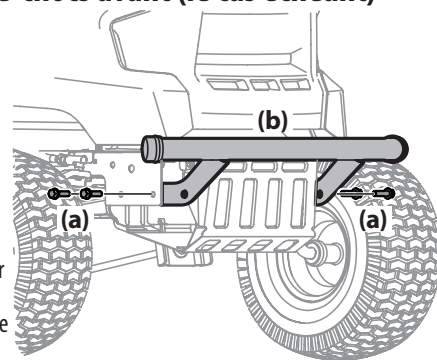

Figure 10
2. Placez les supports du pare-chocs à l'intérieur du châssis et fixez-les avec les boulons à bride (a). Couple de serrage à 332-405 in-lbs (37,5-45,75 N-m). Voir Figure 10.